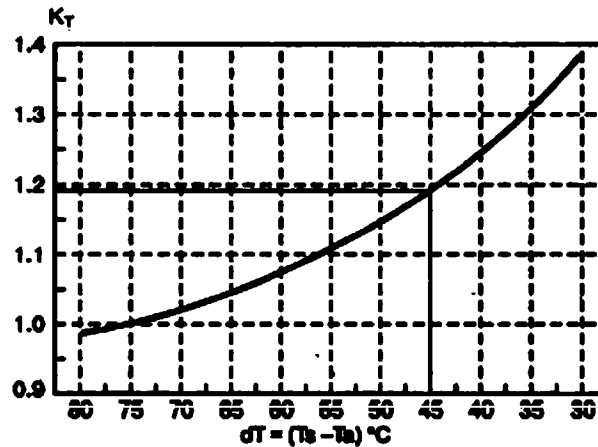

Рис. 2.31. Поправочный коэффициент на разницу температуры радиатора и окружающей среды
- разницу температуры радиатора и окружающей среды (рис. 2.31)